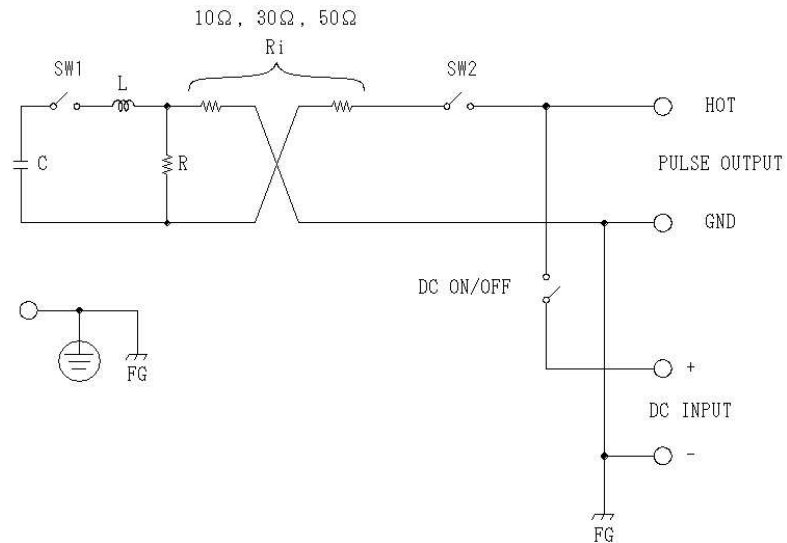

図1 Pulse 1 発生回路 概略図
図1に、Pulse 1発生回路の概略図を示します。本器は、DC出力とパルス発生との2つの状態を交互に出力することでPulse 1を実現しています。DC出力の時は、DC ON/OFFスイッチがオンとなり、SW2はオフとなります。パルスを発生させる時は、DC ON/OFFのスイッチがオフとなり、SW2はオンとなります。その後SW1をオンにすることでコンデンサーCに蓄えた電荷が放出され、負のパルスを発生させます。その200ms後にSW1, SW2をオフして、DCはオンとなります。
DC 出力の制御をおこなうスイッチで、図 1、図 2 の DC ON/OFF のスイッチング素子を動作させます。電源投入直後は OFF となっています。ON にすると、外部から入力されている DC が“⑤出力端子 HOT”側から出力されます。“**K** START スイッチ”からは独立して動作します。